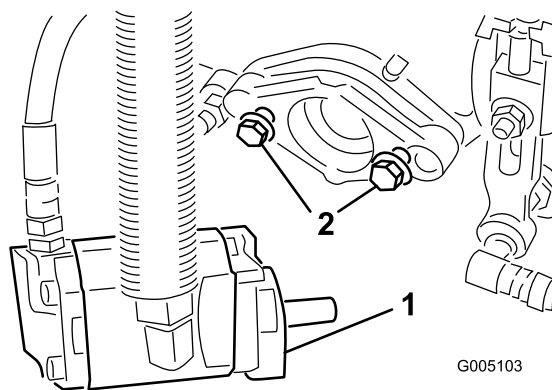

Figure 14
7. Installez les boulons de fixation du moteur d'entraînement des cylindres sur chaque plateau de coupe. Laissez dépasser environ 13 mm de filetage sur chaque boulon de fixation (Figure 14).
11. **Resserrez les boulons de fixation** (Figure 14).